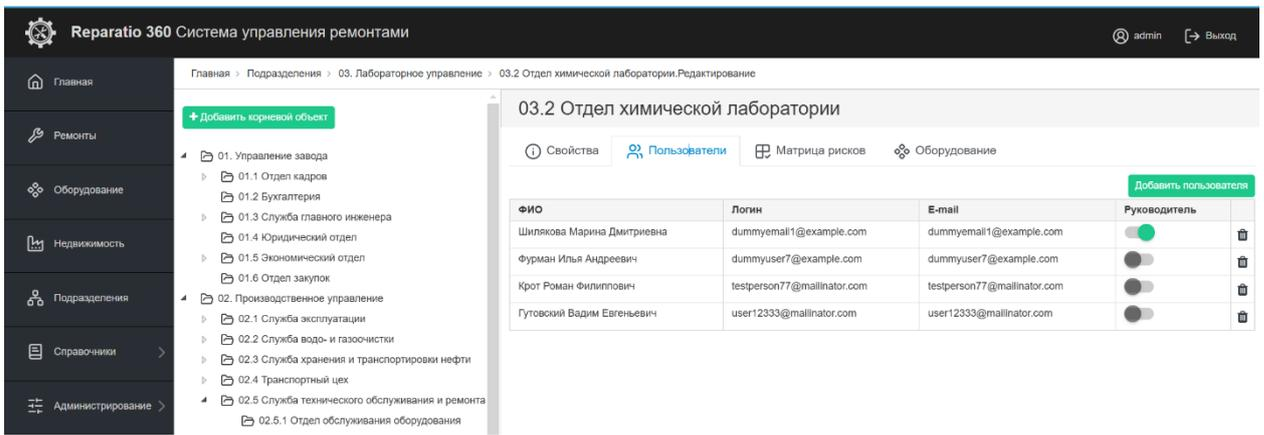

Рисунок 26. «Подразделения. Пользователи»
- ❑ **Пользователи** – относящиеся к подразделению сотрудники (см. рисунок 26). По клику на кнопку **Добавить пользователя** открывается список всех пользователей, заведенных в системе. Необходимо отметить тех из них, кто относится к данному подразделению, и кликнуть «ОК». Выбранные пользователи появятся в списке. Можно дополнительно отметить, является ли пользователь Руководителем. Для удаления пользователя необходимо кликнуть на иконку .